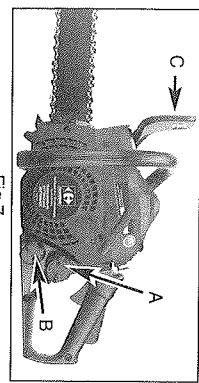

Fig. 7
1. Remplissez le réservoir de carburant(A) du mélange de carburant approprié. (Fig. 7).
2. Remplissez le réservoir d'huile (B) d'huile pour chaîne et guide-chaîne appropriée (Fig. 7).
3. Assurez-vous que le frein à chaîne soit déposé (C) avant de démarrer l'unité (Fig. 7).